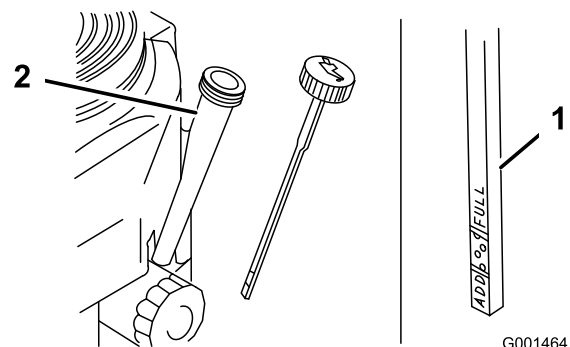

Figure 35
4. Nettoyez la surface autour de la jauge d'huile (Figure 35) pour éviter que des impuretés ne s'introduisent dans le goulot de remplissage, ce qui risquerait d'endommager le moteur.
5. Retirez la jauge d'huile et essayez soigneusement son extrémité (Figure 35).
- Remettez la jauge au fond du tube de remplissage, mais sans la visser (Figure 35).
- Versez avec précaution environ 80% de la quantité d'huile spécifiée dans le goulot de remplissage (Figure 35).